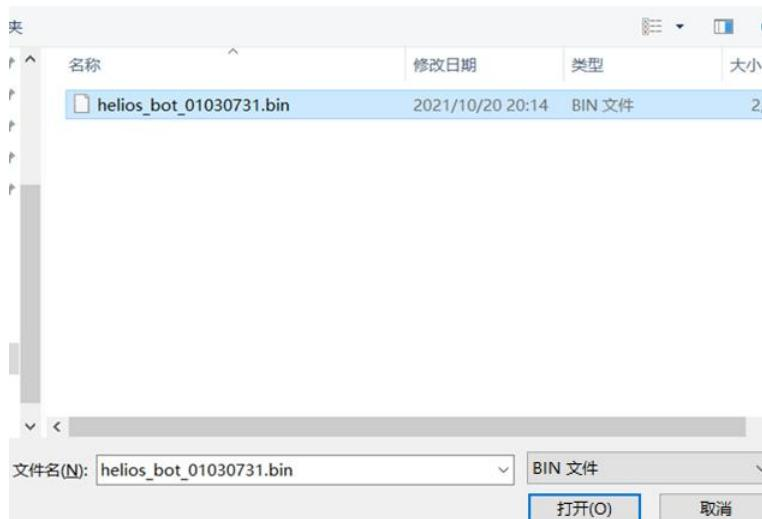

图 21 Step2 选择待升级固件
- 2) 选择对应待升级固件的文件夹, 选中待升级固件后点击“打开”(路径请勿出现中文字符), 如图 21 所示。